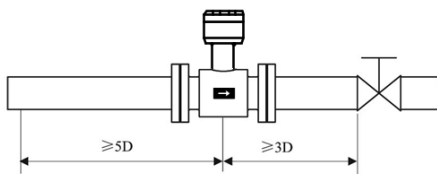
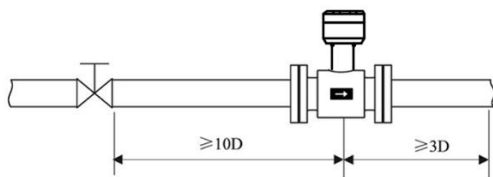
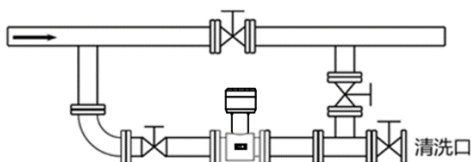

图 8 阀门位于传感器下游的安装
图 9 阀门位于传感器上游的安装
图 10
(1) 位置
(2) 避免磁场干扰
(3) 直管段长度
- 为确保流量计的测量精度，建议应保证传感器上游直管段长度至少应为 5 倍管径(5D)，下游直管段长度至少应为 3 倍管径(3D)。(参见图 8、图 9)
(4) 维修空间
(5) 对工艺上不允许流量中断的管道
- 在安装电磁流量计时应加设旁路通管和清洗口，如图 10 所示，这种装置可在流量计退出使用的情况下，保证设备系统连续工作。
(6) 电磁流量计的支撑